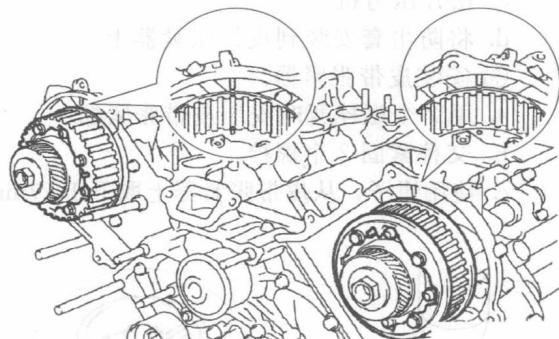

图 1-9 对准正时记号
- ① 检查 1 号正时皮带惰轮分总成。
- ② 检查 2 号正时皮带惰轮分总成。
- ③ 检查水泵。
- ④ 清除曲轴、机油泵皮带轮、水泵皮带轮、1 号和 2 号惰轮上的所有油污或水，并保持其清洁。擦拭皮带轮就可以，不要在皮带轮上使用任何清洁剂。
- ⑤ 将 1 号汽缸设置到 TDC/压缩。
- a. 转动凸轮轴的六角头部位，以将凸轮轴正时皮带轮和正时皮带盘的正时标记对准，如图 1-9 所示。